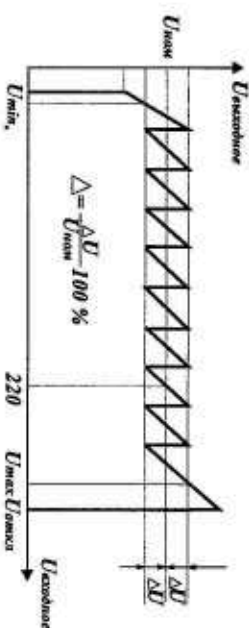

Рисунок 1. Общая диаграмма работы нормализатора.
- монтажная клеммная колодка: на нормализаторах серии ВРЕЗЕ на боковой части корпуса (рисунок 1);